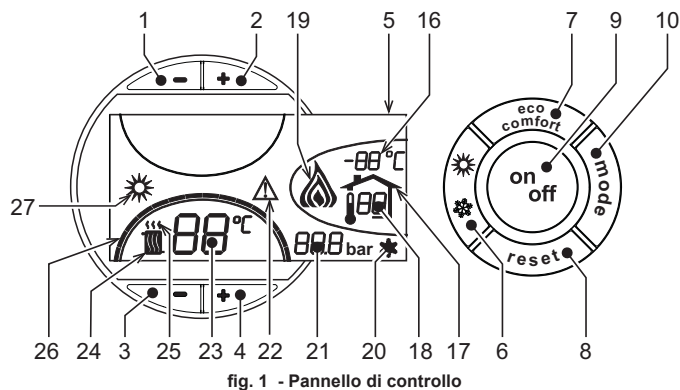
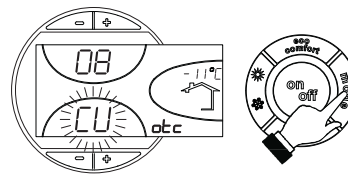
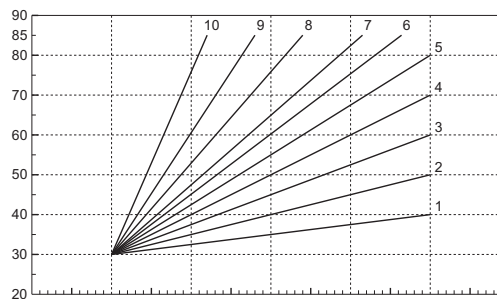
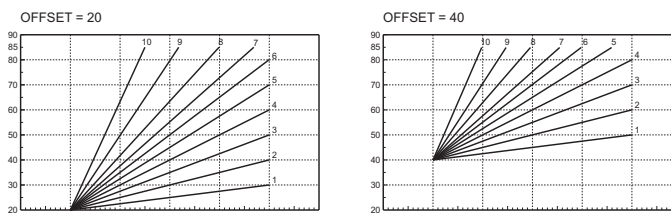

fig. 1 - Pannello di controllo
fig. 9 - Curva di compensazione
fig. 11 - Curve di compensazione
fig. 12 - Esempio di spostamento parallelo delle curve di compensazione
Premere il tasto on/off (part. 9 - fig. 1) per 1 secondo.
Quando la caldaia viene spenta, la scheda elettronica è ancora alimentata elettricamente. È disabilitato il funzionamento riscaldamento. Rimane attivo il sistema antigelo. Per riaccendere la caldaia, premere nuovamente il tasto on/off (part. 9 - fig. 1) per 1 secondo.
- Premere il tasto ON/OFF (9 - fig. 1)
Premere il tasto **estate/inverno** (part. 6 - fig. 1) per 1 secondo.
Il display attiva il simbolo Estate (part. 27 - fig. 1): la caldaia erogherà solo acqua sanitaria. Rimane attivo il sistema antigelo.
Per disattivare la modalità Estate, premere nuovamente il tasto **estate/inverno** (part. 6 - fig. 1) per 1 secondo.
Agire sui **tasti riscaldamento** (part. 3 e 4 - fig. 1) per variare la temperatura da un minimo di 30 °C ad un massimo di 80°C.
Agire sui **tasti sanitario** (part. 1 e 2 - fig. 1) per variare la temperatura da un minimo di 10°C ad un massimo di 65°C.
Quando viene installata la sonda esterna (opzionale) sul display del pannello comandi (part. 5 - fig. 1) è visualizzata l'attuale temperatura esterna rilevata dalla sonda esterna stessa. Il sistema di regolazione caldaia lavora con "Temperatura Scorrevole". In questa modalità, la temperatura dell'impianto di riscaldamento viene regolata a seconda delle condizioni climatiche esterne, in modo da garantire un elevato comfort e risparmio energetico durante tutto il periodo dell'anno. In particolare, all'aumentare della temperatura esterna viene diminuita la temperatura di mandata impianto, a seconda di una determinata "curva di compensazione".
Con regolazione a Temperatura Scorrevole, la temperatura impostata attraverso i tasti riscaldamento (part. 3 e 4 - fig. 1) diviene la massima temperatura di mandata impianto. Si consiglia di impostare al valore massimo per permettere al sistema di regolare in tutto il campo utile di funzionamento.
Premendo una volta il tasto **mode** (part. 10 - fig. 1) viene visualizzata l'attuale curva di compensazione (fig. 9) ed è possibile modificarla con i **tasti sanitario** (part. 1 e 2 - fig. 1). Regolare la curva desiderata da 1 a 10 secondo la caratteristica (fig. 11).
Premendo i **tasti riscaldamento** (part. 3 e 4 - fig. 1) si accede allo spostamento parallelo delle curve (fig. 12), modificabile con i **tasti sanitario** (part. 1 e 2 - fig. 1).
Premendo nuovamente il tasto **mode** (part. 10 - fig. 1) si esce dalla modalità regolazione curve parallele.
Se alla caldaia è collegato il Cronocomando Remoto (opzionale), le regolazioni descritte in precedenza vengono gestite secondo quanto riportato nella tabella 1. Inoltre, sul display del pannello comandi (part. 5 - fig. 1), è visualizzata l'attuale temperatura ambiente rilevata dal Cronocomando Remoto stesso.
Selezione Eco/Comfort	Disabilitando il sanitario dal menù del Cronocomando Remoto, la caldaia seleziona la modalità Economy. In questa condizione, il tasto 7 - fig. 1 sul pannello caldaia, è disabilitato.
Abilitando il sanitario dal menù del Cronocomando Remoto, la caldaia seleziona la modalità Comfort. In questa condizione, con il tasto 7 - fig. 1 sul pannello caldaia, è possibile selezionare una delle due modalità.